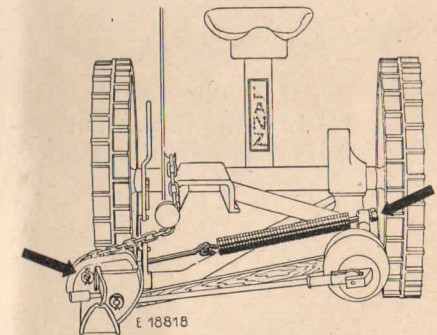

Bild 8
Zugstange mit Feder zwischen Deichsel und Gelenkbalken legen, in Kettensegment am inneren Schuh einhängen und versplintet. Dann Schneidapparat mit Handhebel in Senkrechtstellung hochziehen. Sechskantschraube mit Kugelscheibe durch den Halter R 6244 f3 hinter dem Kurbelschutz stecken und in den Federkern der Hebefeder einschrauben (siehe Ersatzteilliste Tafel 6 und Bild 8).
b) Feder spannen: Schneidapparat ablassen. Sechskantschraube an Zugfederhalter solange anziehen, bis sich der Schneidapparat bequem in Senkrechtstellung heben läßt. Es ist jedoch darauf zu achten, daß der äußere Schuh noch fest am Boden aufliegt (Bild 8).